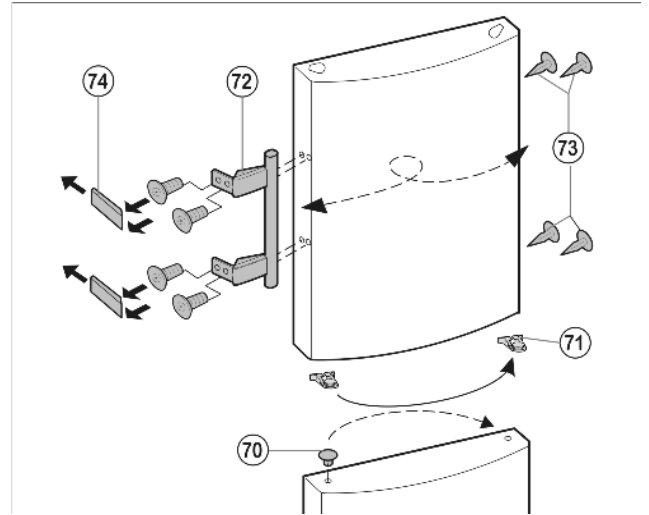

Fig. 14
- ▶ Для приборов **без амортизатора закрывания дверцы** выведите из верхней дверцы пружинный зажим Fig. 14 (71) и переставьте его на новую сторону шарнира.
- ▶ Извлеките пробку Fig. 14 (70) из опорной втулки дверцы и переставьте.
- ▶ Снимите и переставьте на противоположную сторону дверную ручку Fig. 14 (72), пробку Fig. 14 (73) и прижимные пластины Fig. 14 (74).